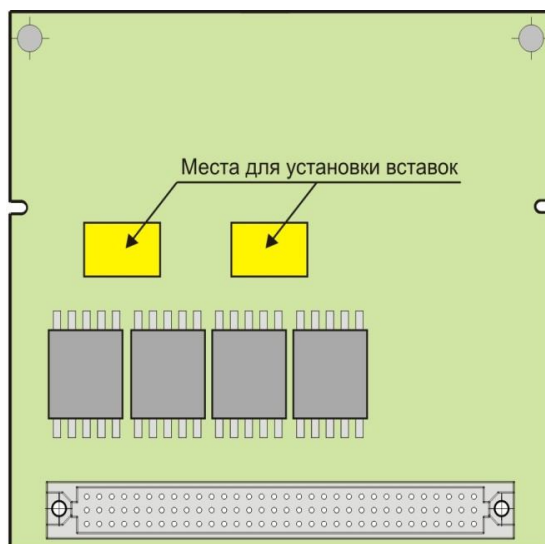

Рисунок 3 – Места установок линейных вставок на модеме
4.1.7 Модем имеет гнезда для установки линейных вставок, определяющих режим работы портов DSL: «РПП» или «СПП» (см. рисунок 3).